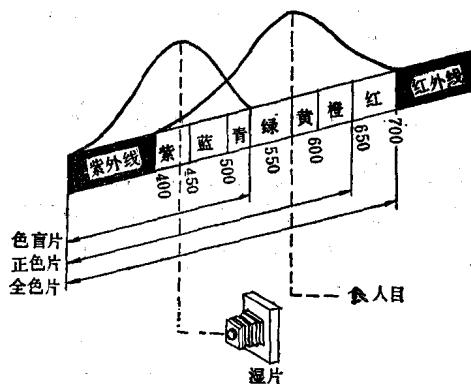

图 1-1 感光片和人目的感色性示意图
1. 色盲片（只感紫蓝光）：单纯由卤化银制成感光乳剂层，只能感受光谱波长由330至480毫微米的部位，即紫、蓝色范围，对于其他各色光则不能感受，这种感光材料称为色盲片，亦称无色片，以“N”表示。如图1-1所示。如果用以拍摄彩色原稿，在底片上表现的明暗层次与人眼所感受的不同，人眼看来很亮的黄色、绿色或红色，图上所表现的却全是深灰色或黑色；而人眼看来并不太亮的紫、蓝二色，图上却表现为浅灰色或白色。这类感光片
2. 正色片(感蓝、绿光)：人眼的感色范围是在可见光波长的400至700毫微米的部位，在光谱上紫、红两端以外的光线（紫外线和红外线）皆不能看见，如图1-1所示。生产实践和科学实验证明，卤化银的光谱感色性可以由乳剂中加入少量的特殊有机染料的方法，而扩大到全部可见光波以及红外线的一部分。这种扩大感光乳剂对光谱感色范围的现象称为光学增感。
3. 全色片(感受蓝、绿、红光)：在感光乳剂中加入感绿和感红的两种增感染料后，使乳剂的感色性扩大到全部可见光谱的范围，这种感光材料称为全色片，以“P”表示。其感色范围在330至700毫微米的部位，如图1-1所示。它的感色能力比正色片高，光谱中人眼能感觉到的红、橙、黄、绿、青、蓝、紫七色它全能感受。若用全色片拍摄任何彩色原稿，在阳图上表现的明暗色彩层次与人眼所感受的几乎达到一致，因而在照相制版中用于照相分色或分色前的蒙片。